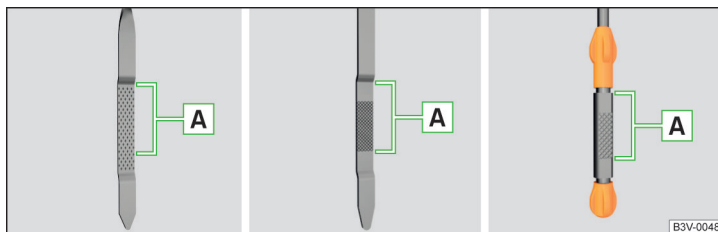

Fig. 206 Schéma du principe : jauge d'huile
**Jauge d'huile** » fig. 206
- Le niveau d'huile ne doit jamais être inférieur ou supérieur au niveau  » fig. 206 - risque d'endommagement du moteur et du système d'échappement !